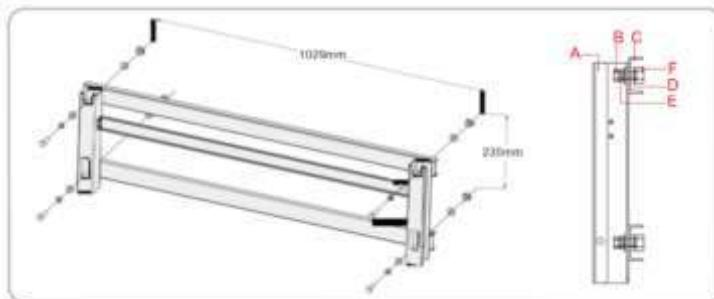

Fig. 4-12 Secuencia de fijación
- 3) Asegure el soporte de montaje con pernos (Fig. 4-12 y Tabla 4-3).
- 3) Inserte los pernos de expansión en los orificios y fijelos con un martillo de goma. Apriete la tuerca con una llave para ampliar el perno. Retire la tuerca, la arandela de resorte y la arandela, y guárdela adecuadamente (Fig. 4-12).